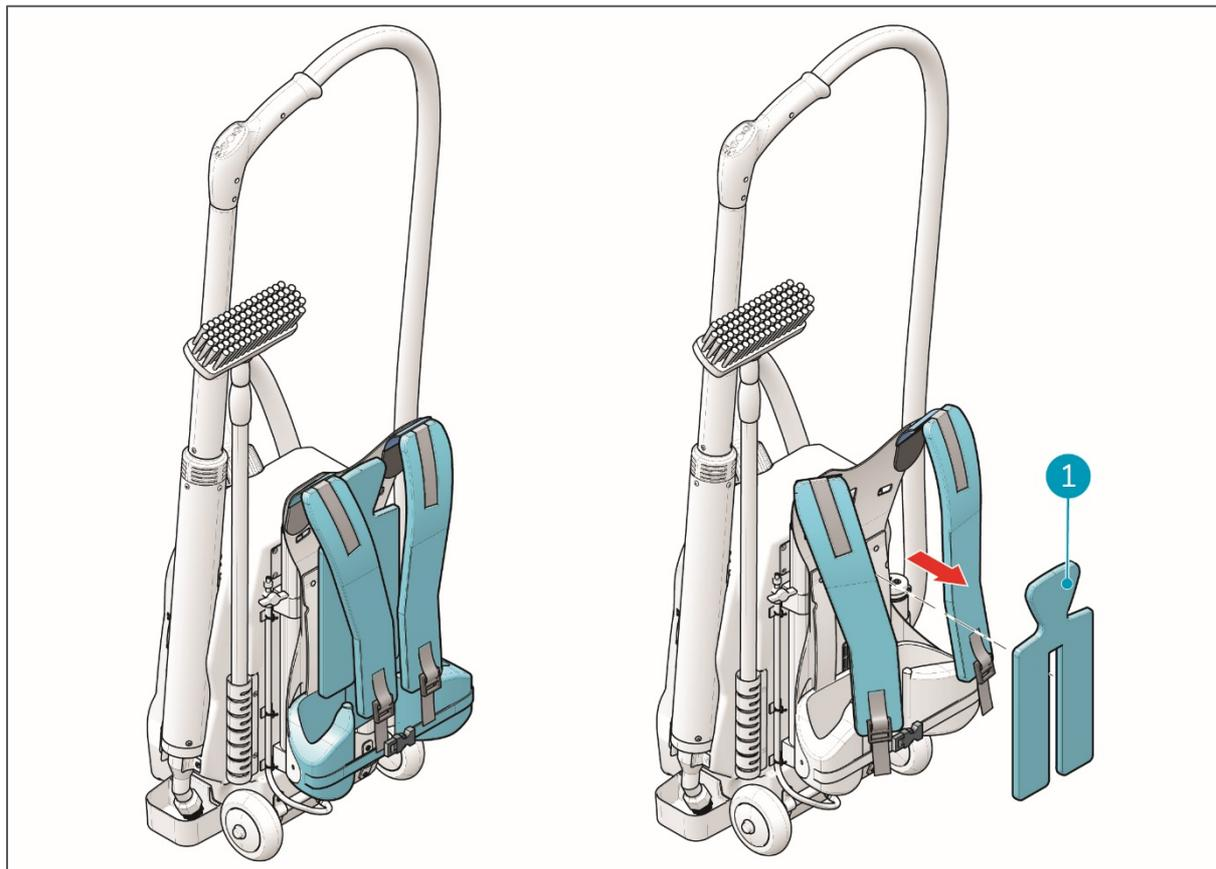

Figura 8
1. Remova o acolchoamento (figura 8, posição 1) que está fixo à placa traseira com velcro.